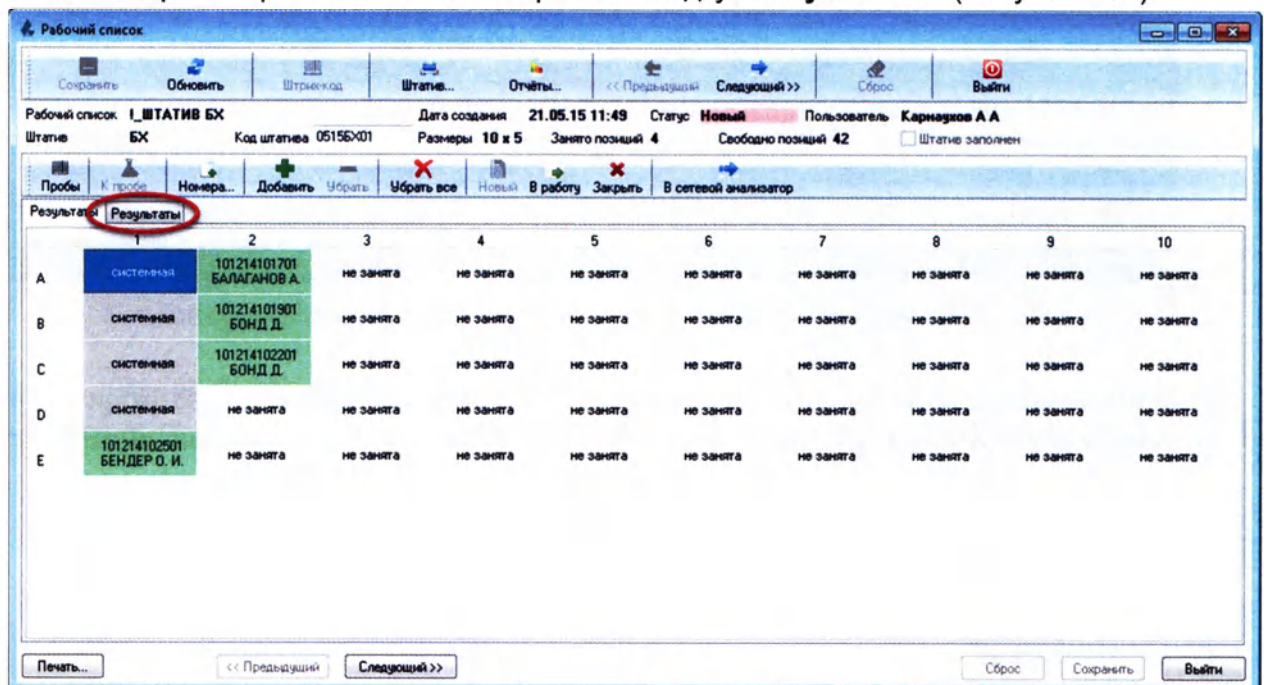

Рисунок 6.31
1. В карточке рабочего списка откройте вкладку «Результаты» (Рисунок 6.31):